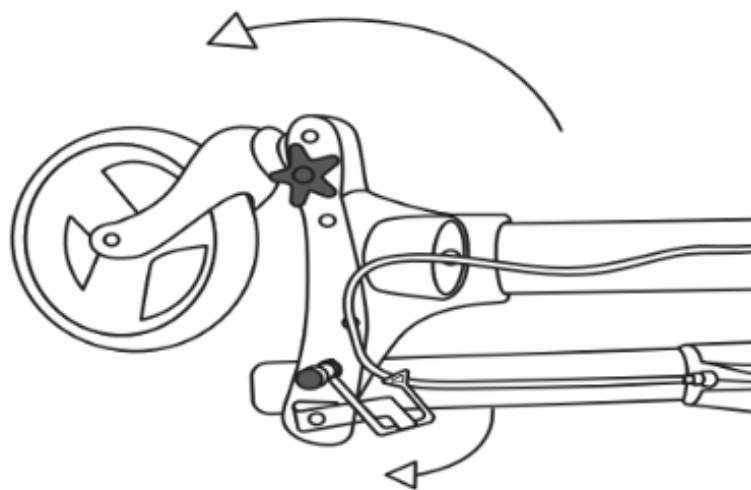

FIGURE 2
ÉTAPE 2: Dépliez les roues avant et fixez-les à l'aide des leviers de réglage en forme d'étoile, comme le montre la figure 2. Assurez-vous que le levier est enfilé dans le trou de la jambe et dans l'écrou du cadre.